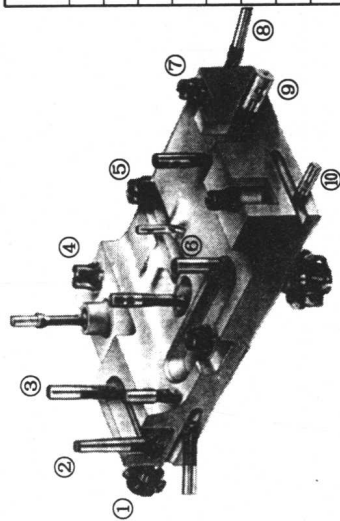

图 1—5—1
2. 根据图 1—5—1 的铣削情况，对图中哪些是圆周铣削，哪些是端面铣削，哪些是混合铣削作出判断。